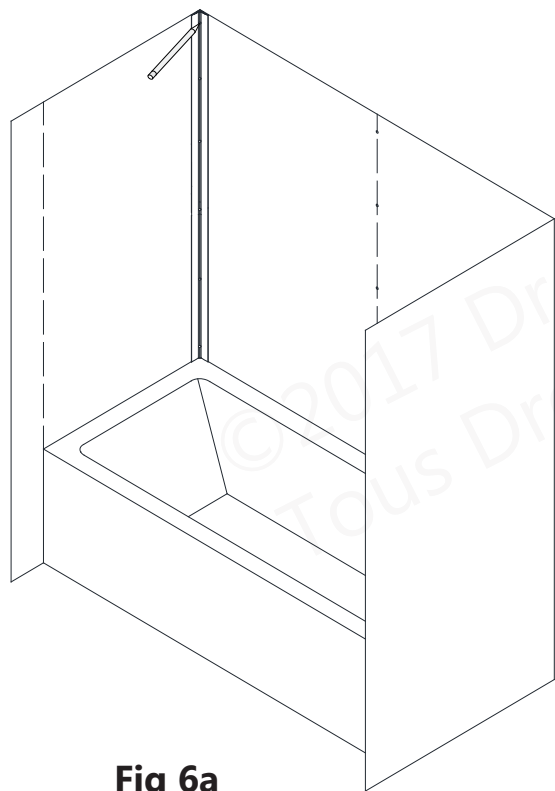
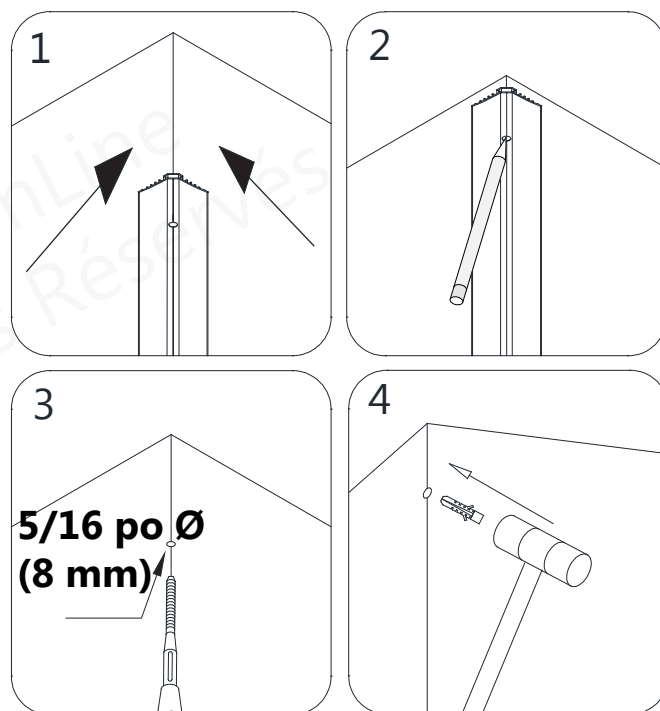

Fig 6a
Fig 6b
6. Placez la **bande d'étanchéité de coin (N° 04)** dans le coin du mur et marquez les trous à percer à travers les perforations pré-usinées de la **bande d'étanchéité de coin (N° 04)**. Percez les trous dans le mur avec une mèche de **5/16 po Ø (8 mm)** et insérez les **ancrages muraux (N° 06)**. (Fig. 6a et Fig. 6b)